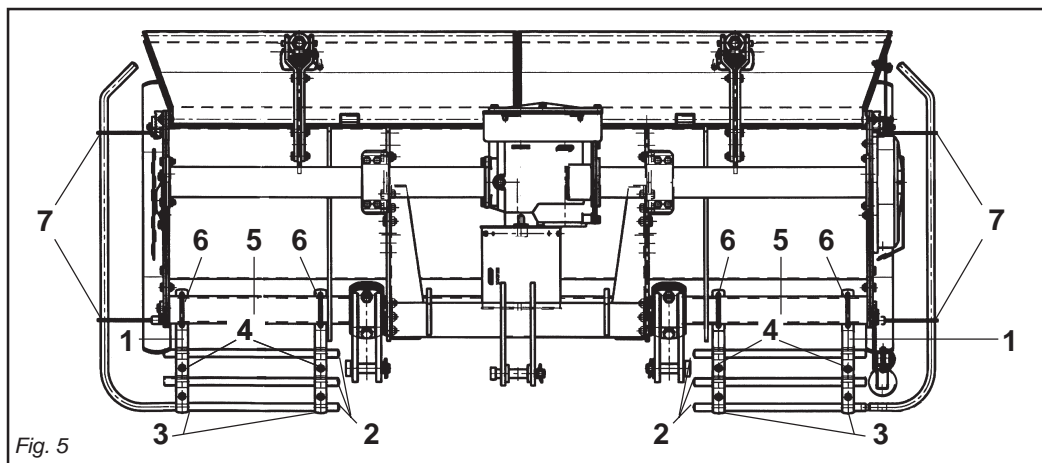

Fig. 5
- Il gruppo delle protezioni, composto dall'attacco (1 Fig. 5) che fa da fermo per i tubi (2 Fig. 5) bloccati dalla staffa (3 Fig. 5) e dalle viti (4 Fig. 5), è fissato
- *The protection unit, consisting of the coupling (1 Fig. 5) that acts as a clamp for the pipes (2 Fig. 5) locked by the bracket (3 Fig. 5) and by the screws (4 Fig. 5), is fixed to the square front pipe (5 Fig. 5) by the U-bolts (6 Fig. 5) and*
- Die Gruppe der Schutzvorrichtungen, die sich aus dem Anschluß (1 Abb. 5), der zur Arretierung für die Rohre (2
- *Le groupe des protections, comprenant l'attelage (1 Fig. 5) qui sert de butée pour les tubes (2 Fig. 5) bloqués par la bride (3 Fig. 5) et par les vis (4 Fig. 5), est fixé au tube carré avant (5 Fig. 5)*
- El grupo de las protecciones, compuesto por la conexión (1 Fig. 5) que funciona como bloqueo de los tubos
al tubo quadro anteriore (5 Fig. 5) mediante i cavallotti (6 Fig. 5), e va posizionato uno a destra e uno a sinistra il più esternamente possibili.
- Lateralmente, su entrambe le fiancate, vanno fissate tramite le viti delle protezioni sagomate (7 Fig. 5).
- The shaped protections should be fixed laterally with screws to both the sides (7 Fig. 5).
Abb. 5) dient, die durch den Bügel (3 Abb. 5) blockiert werden, und den Schrauben (4 Abb. 5) zusammensetzt, wird am vorderen Vierkantröhr (5 Abb. 5) mit den U-Bolzen (6 Abb. 5) befestigt. Eine davon ist rechts und eine links, so weit wie möglich außen anzubringen.
- Seitlich auf den beiden Seitenteilen sind die geformten Schutzteile (7 Abb. 5) mit Schrauben zu befestigen.
par des crampons (6 Fig. 5). Positionner une protection à droite et une à gauche, le plus possible à l'extérieur.
- Les protections galbées doivent être fixées latéralement, des deux côtés avec les vis des protections (7 Fig. 5). Pour obtenir les meilleures performances de votre appareil respectez attentivement les instructions ci-après.
(2 Fig. 5) bloqueados a su vez por el soporte (3 Fig. 5) y por los tornillos (4 Fig. 5), está fijado en el tubo cuadrado anterior (5 Fig. 5) mediante los pernos de U (6 Fig. 5) y debe ser emplazado uno a la derecha y uno a la izquierda lo más externamente posible.
- Lateralmente, sobre ambos lados, debemos fijar mediante los tornillos las protecciones molduradas (7 Fig. 5).